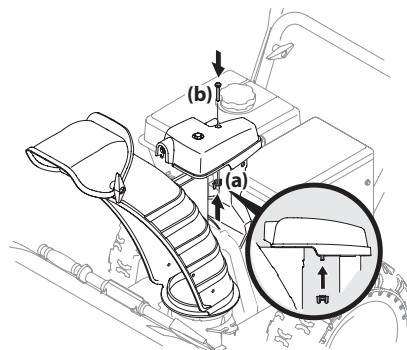

Figura 2-23
3. Termine de sujetar el cabezal de control del canal a la ménsula de soporte del canal con la tuerca de mariposa (a) y el tornillo hexagonal (b) que extrajo en el Paso 1. Consulte Figura 2-23.